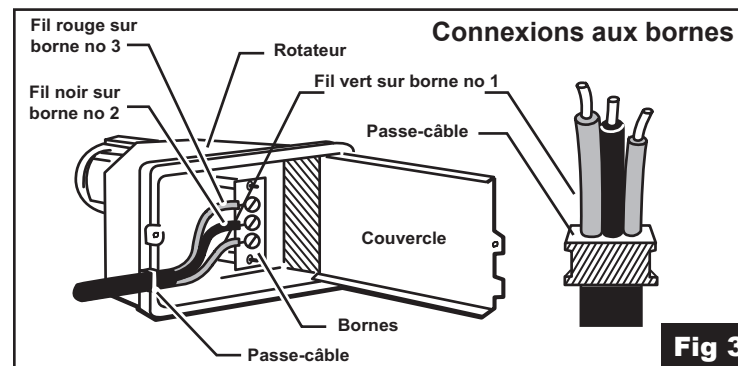

Fig 3
- Branchez le câble du rotateur sur le panneau de raccordement du contrôleur; voir Fig 3.